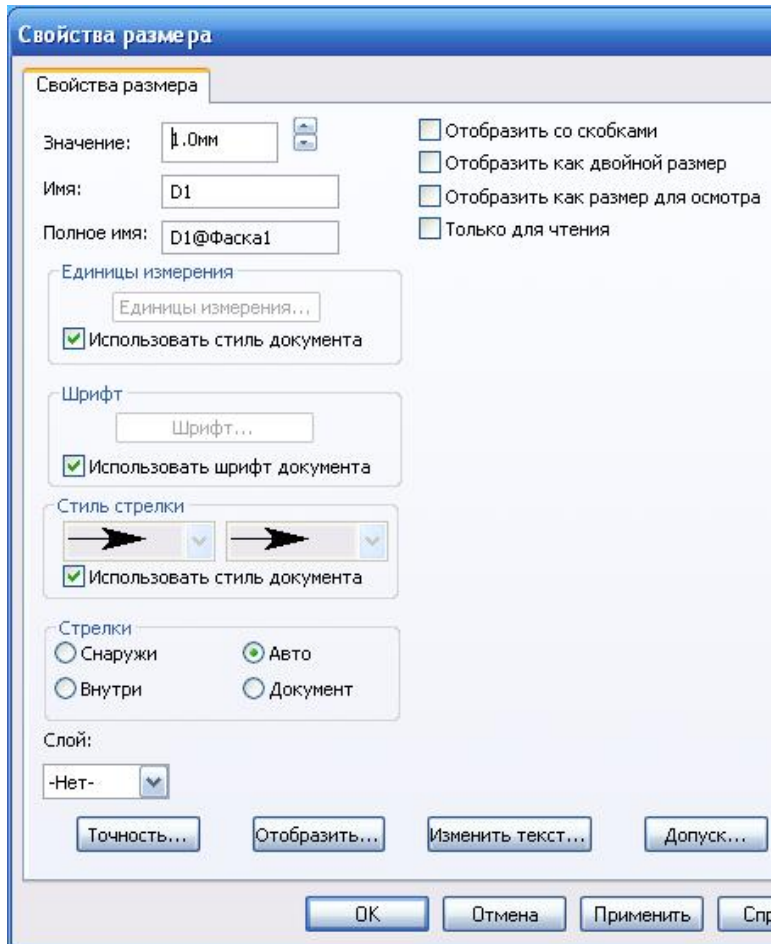

Рис. 3
- нажмите на размере правой кнопкой мыши и в контекстном меню выберите команду **Свойства** (рис. 3);
- в открывшемся диалоговом окне **Свойства размера** (рис. 3) нажмите кнопку **Допуск** . Появится диалоговое окно **Допуск размера** (рис. 11);